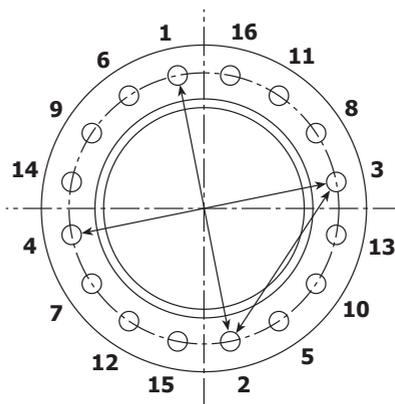

Рис. 14
**6.6.1** При монтаже подводящих трубопроводов болтовые соединения должны затягиваться рекомендуемыми усилиями, приведёнными в Таблице 3. Усилия даны для резьбовых соединений с нанесённой на них смазкой. Порядок затяжки болтов приведён на рис. 14.
- а) Используя схему рис. 14 затянуть соединения усилием равным 1/3 от рекомендованного.
- б) Используя схему рис. 14 затянуть соединения усилием равным 2/3 от рекомендованного.
- в) Используя схему рис. 14 затянуть соединения рекомендованным усилием (Таблица 1).
- г) Используя схему рис. 14 проверить равномерность усилий затяжки, так как неравномерность может привести к возникновению недопустимых напряжений в некоторых шпильках.